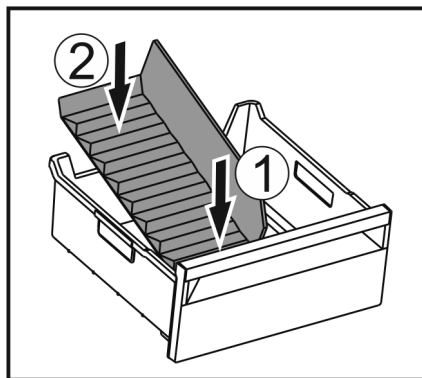

Fig. 118
► Inserire la parte anteriore del divisore dello scomparto del ghiaccio. Fig. 118 (1)
► Abbassare la parte posteriore del divisore dello scomparto del ghiaccio fino al fondo del cassetto. Fig. 118 (2)